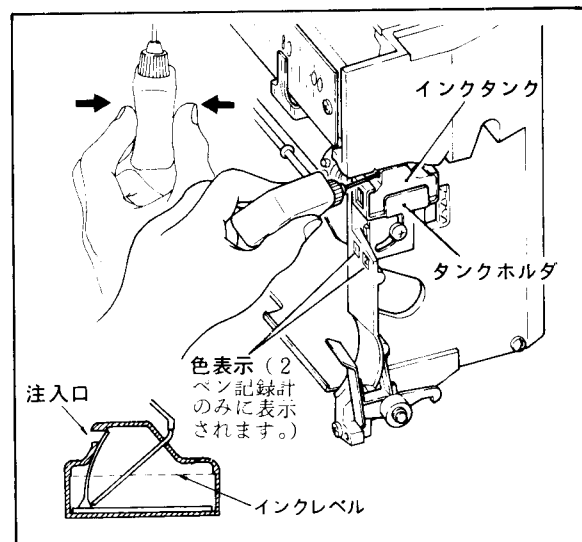

図11-13 インクの注入
(2) 扉を開くと、スプロケットの右側にインクタンクがあります。2ペン記録計の場合、左側が第1ペン、右側が第2ペンです。インクタンクの注入口は、蒸発を防ぐために内側から弁が閉まるようになっています(図11-13)
(3) インクの色を確認し、インクタンクにノズルを深くさし込んで、タンクホルダの角窓の上辺(インクレベル)まで注入します。2ペン記録計では第1ペンが赤、第2ペンを緑にします(図11-13)。